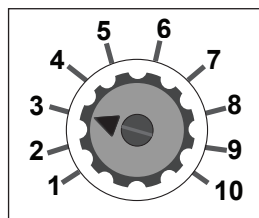

Figure 4: Compteur horaire
- Réglez le cadran de temps d'exécution à l'aide du guide Réglage de la taille de la pompe et du cadran. Voir figure 4.